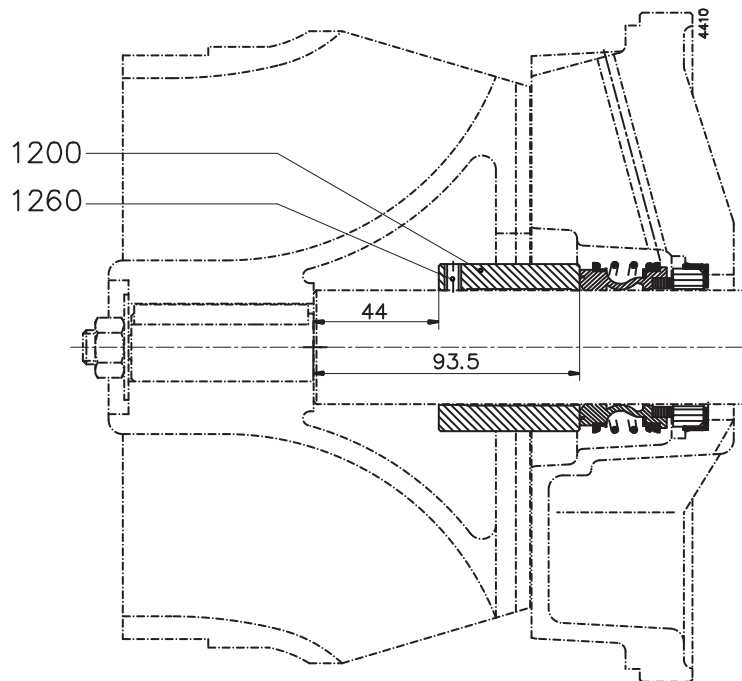

Рисунок 13: Регулировка механического уплотнения M1 насосов с размером 200-160.
- 2 Только для насосов с размером 200-160: Освободите стопорные винты (1260). См. главу Рисунок 13: „Регулировка механического уплотнения M1 насосов с размером 200-160.“.
- 7 Только для насосов с размером 200-160: Установите расстояние между промежуточной втулкой и буртом вала равным **44 мм**. Закрепите промежуточную втулку при помощи стопорных винтов (1260). См. рисунок 13.